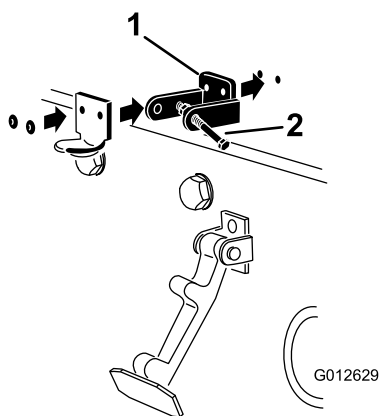

Figura 33
3. Atunci când aliniază orificiile de montare, poziționează suportul de blocare CE și suportul clichetului capotei pe capotă. Suportul de blocare trebuie să fie în contact cu capota (Figura 33). Nu îndepărtați ansamblul cu urub și piuliță de pe brațul suportului de blocare.
5. Nituie suportul și aibele pe capotă (Figura 33).